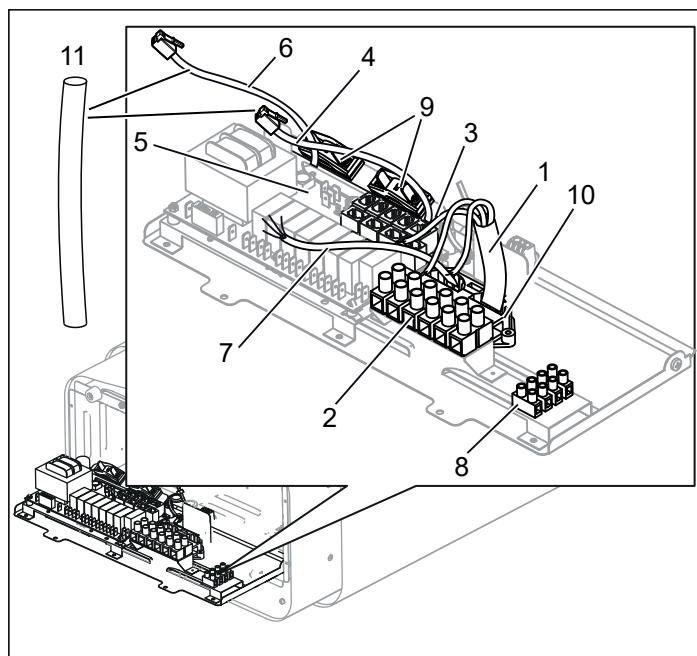

Fig. 10 : Carte électronique
3. Raccorder le câble électrique (1) au bornier (2) (voir Fig. 10), en suivant le schéma de raccordement (voir le paragraphe Schéma de raccordement/branchement, page 23).
4. Acheminer les câbles du panneau de commande et de la sonde de température à travers les passe-câbles (3). Raccorder le câble du panneau de commande (4) à l'un des quatre connecteurs RS485 (pos. 5-8 Pure, 6-9 Elite) (voir Fig. 10), en suivant le schéma de raccordement (voir le paragraphe Schéma de raccordement/branchement, Fig 18 page 23).
6. Raccorder le cas échéant le câble de l'éclairage (7) voir Fig. 10, au bornier (8) en suivant le schéma de raccordement Fig.18.